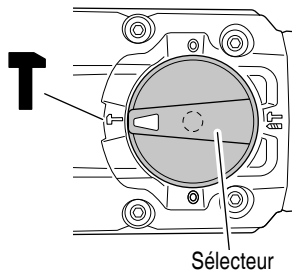

Fig. 13
- (1) Commutation sur "percussion"
- (b) Alignez ▲ du levier du sélecteur et  du couvercle de la manivelle comme illustré à la Fig. 13.